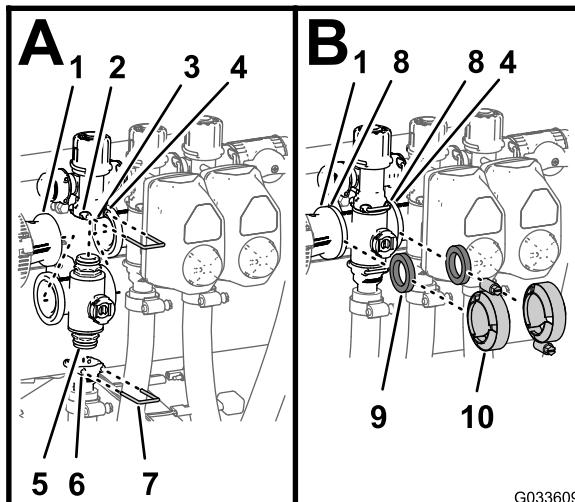

Figura 131
- Inserite il raccordo del tappo terminale superiore della valvola del collettore nel raccordo di bypass (Figura 131 A).
- Fissate il raccordo del tappo terminale al raccordo di bypass inserendo un fermo nella presa del raccordo di bypass (Figura 131 A).
- Montate il raccordo di uscita sul raccordo del tappo terminale inferiore della valvola del collettore (Figura 131 A).